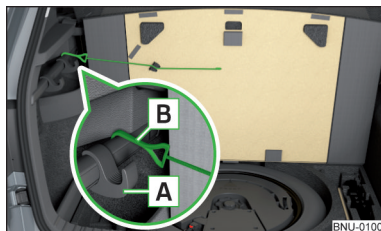

Fig. 134
► Desplazar hacia adelante lo más posible el gancho delantero **A** sobre la regleta y bajarlo hasta el tope » fig. 134.